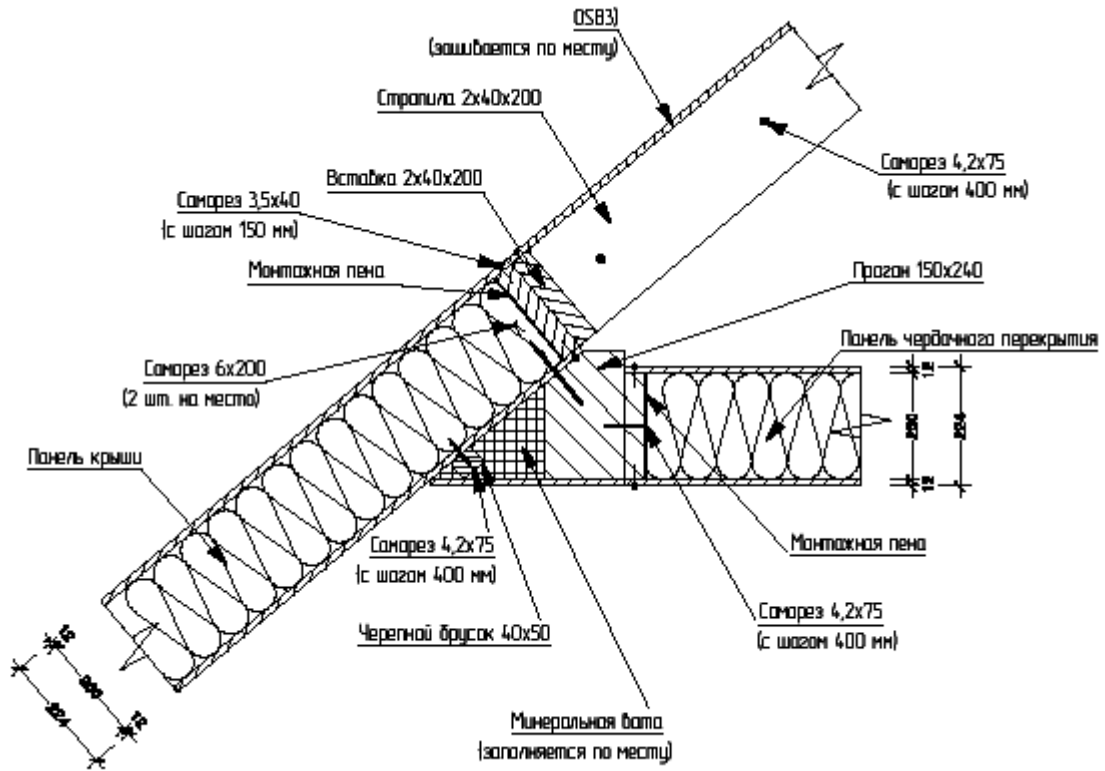
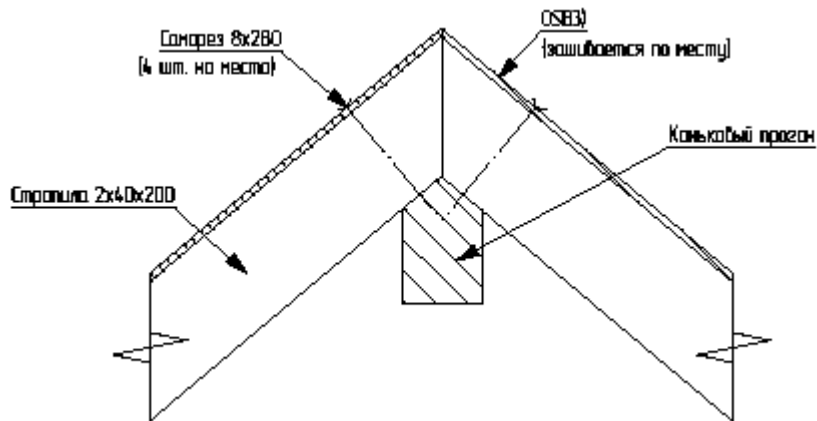

Рис. 21: Устройство крепления стропил.
Рис. 22: Устройство конькового прогона.
20. Устройство крыши должно соответствовать Рис. 21 и Рис. 22.